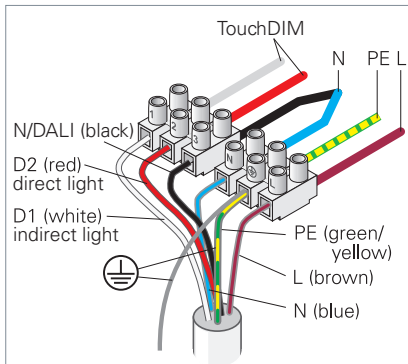

Fig. 5: Leuchte ohne Sensorik anschließen für den Betrieb mit TouchDIM.
- Schließen Sie das Drahtseil an der Anschlussseite der Leuchte an die Schutzleiterklemme an, siehe Fig. 5.